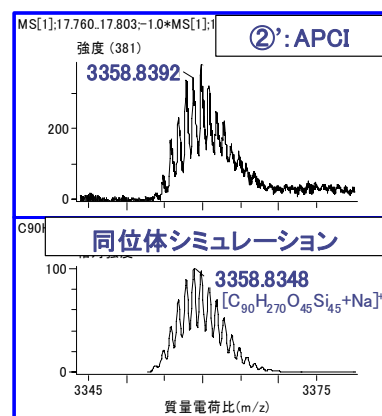

図5 ②' のマススペクトル拡大
このイオンにおいて、ESIのマスキングマトグラムのS/Nは20.1、APCIのS/Nは65.1であったことから、ESIよりAPCIの方が本試料に対しては3倍程度感度が高いことがわかった。②' の m/z 3358 の精密質量求めたところ(図5)、このイオンが $[C_{90}H_{270}O_{45}Si_{45}+Na]^+$ のベースピークであることが推測された。このイオンは環状PDMSと同じ組成式と推定されたが、その詳細な構造については特定出来ていない。